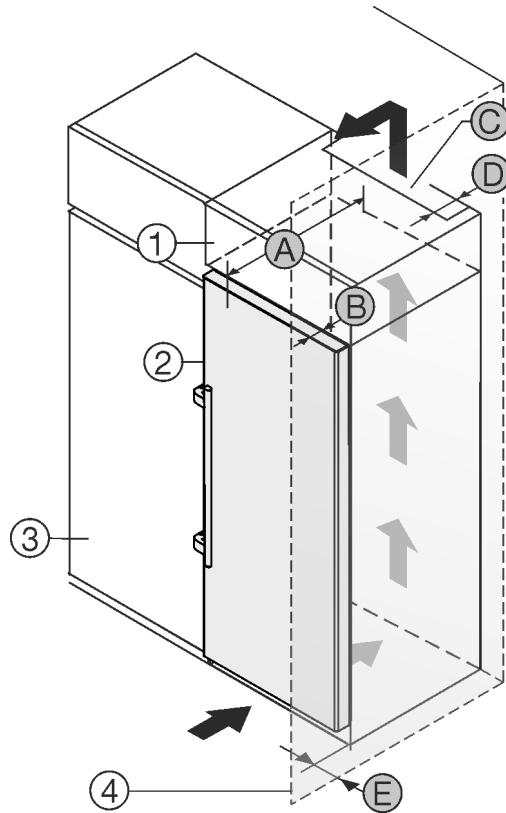

Fig. 2
Μπορείτε να τοποθετήσετε τη συσκευή ακριβώς δίπλα από το ντουλάπι κουζίνας Fig. 2 (3)*
Στην πίσω πλευρά του επικαθήμενου ντουλαπιού πρέπει να υπάρχει ένα κενό εξαγωγής αέρα με βάθος Fig. 2 (D) σε όλο το πλάτος του επικαθήμενου ντουλαπιού.*
Κάτω από την οροφή του δωματίου πρέπει να τηρείται η διατομή εξαερισμού Fig. 2 (C)*
Εάν τοποθετήσετε τη συσκευή με τους μεντεσεδες δίπλα σε κάποιον τοίχο Fig. 2 (4), τότε πρέπει η απόσταση ανάμεσα στη συσκευή και στον τοίχο να ανέρχεται σε τουλάχιστον 57 mm . Αντιστοιχεί στην προεξοχή της χειρολαβής όταν η πόρτα είναι ανοιχτή.*
Για να μπορείτε να ανοίγετε τελείως την πόρτα, πρέπει η συσκευή να προεξέχει κατά το βάθος της πόρτας Fig. 2 (B) από την πρόσοψη του ντουλαπιού κουζίνας. Η συσκευή μπορεί να προεξέχει περισσότερο, ανάλογα με το βάθος των ντουλαπιών κουζίνας Fig. 2 (3) και την χρήση αποστατών τοίχου.*